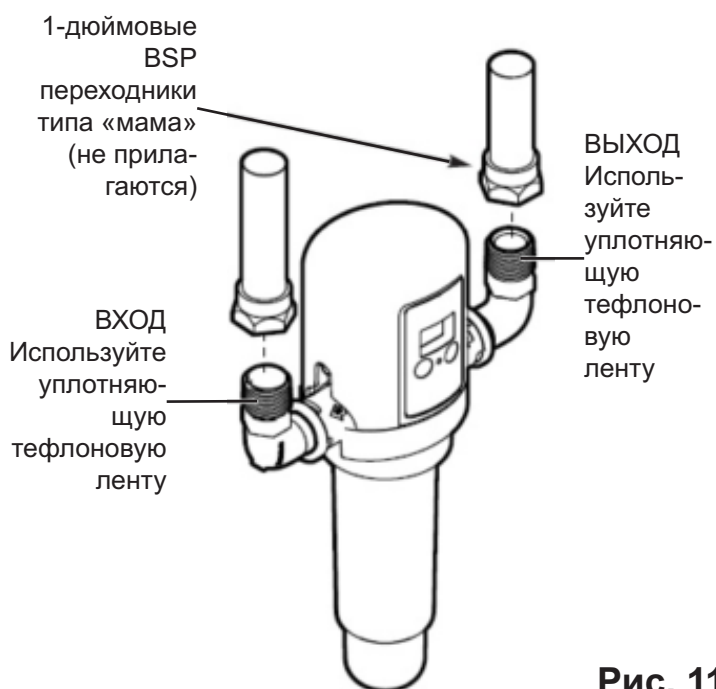

Рис. 11
1. Уплотнить резьбу входа и выхода на адаптерах (см. рис. 11) - несколько витков тефлоновой ленты.